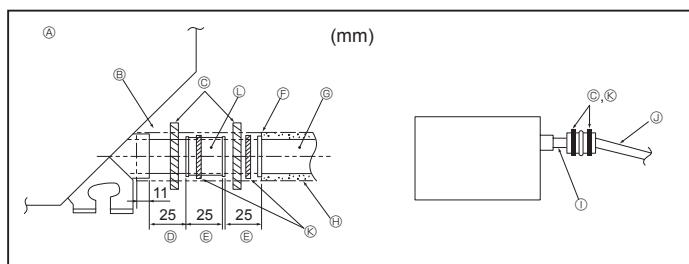

Fig. 3-2
- ① PVC BUIS met een buitendiameter van $\varnothing 38$ voor gegroepeerd leidingwerk. (met tenminste 9 mm isolatie erop)
1. Sluit de aftapbus (meegeleverd met het apparaat) aan op de afvoeropening. (Fig. 3-2)